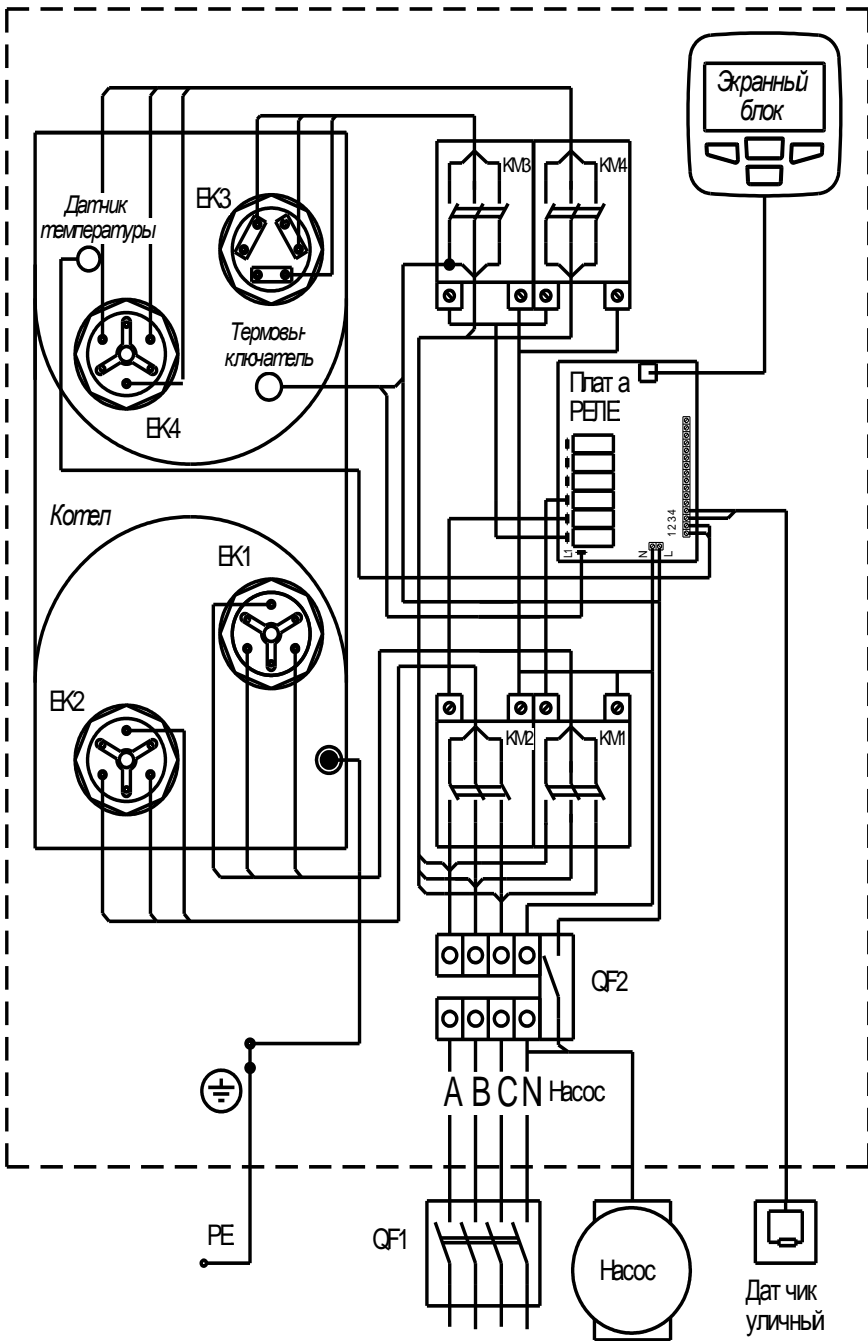

Рисунок 5.
6.1.11 Подключение силового кабеля, шнура питания циркуляционного насоса, шнура датчика температуры воздуха производятся согласно ПУЭ и ППБ в соответствии с Рис. 5- 11.